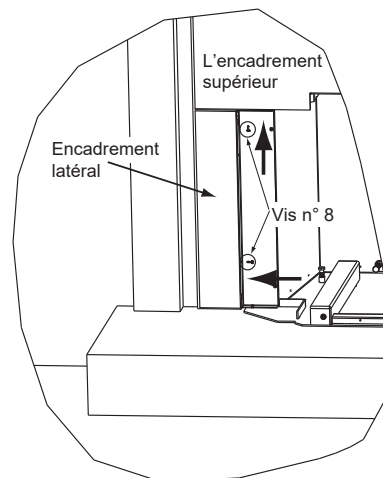

Figure 20.6
6. Installez l'encadrement et les garnitures sur la coque extérieure. Fixez le dessus et les côtés de l'encadrement comme indiqué à la **figure 20.6.**